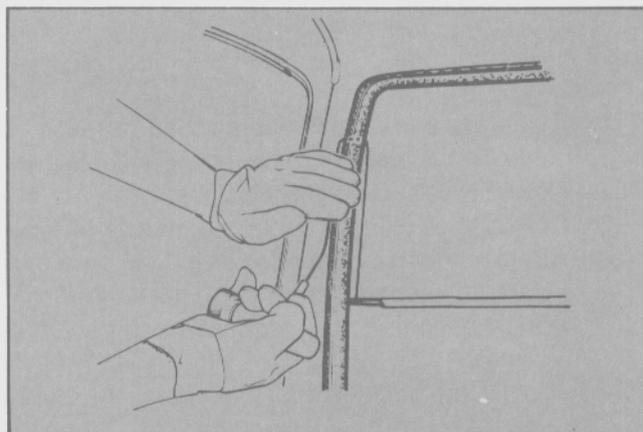

Fig. 24 - Colocación de la herramienta especial T84G-42084-BAS para iniciar el corte del adhesivo.
- Introducir el extremo de sujeción de la herramienta en el adhesivo, a modo de punto de apoyo a 15 cm del lugar por donde se introdujo el cable de corte (Fig. 24).
- Seguidamente, un operario sostendrá el extremo de sujeción de la herramienta desde el interior del vehículo, mientras que un segundo operario tira del mango de sujeción desde el exterior. Esta acción debe realizarse uniformemente, con la finalidad de lograr un corte suave a través del adhesivo, y manteniendo con la mano libre, el cable de corte pegado al borde del cristal (Fig. 24).